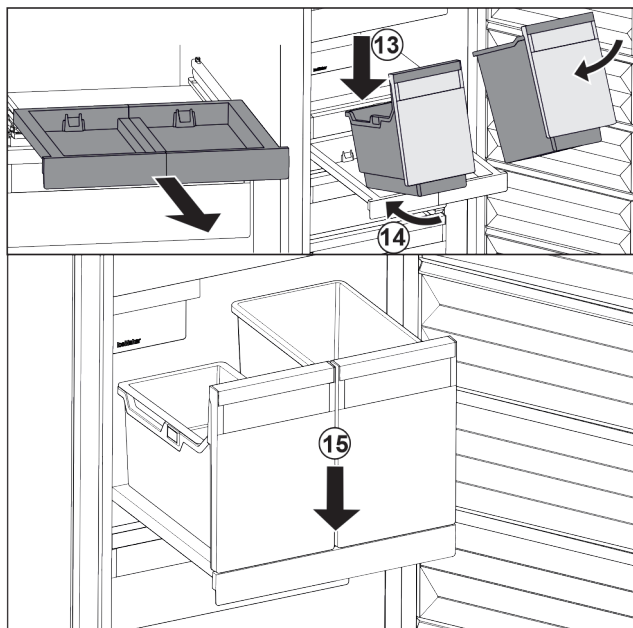

Fig. 86
- ▶ Stavite spremnik ukoso na izvlačnu ploču. Fig. 86 (13)
- ▶ Gurnite spremnik ukoso prema natrag. Fig. 86 (14)
- ▶ Spustite spremnik naprijed. Fig. 86 (15)